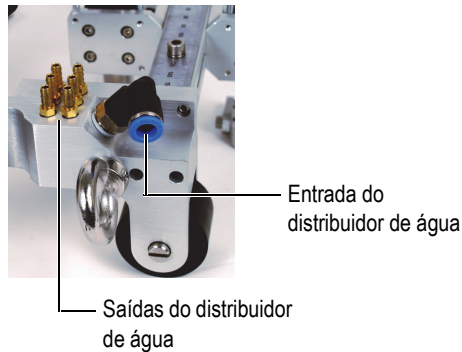

Figura 3-2 Distribuidor de água, detalhes
5. Conecte o tubo de água da fonte de água à entrada do distribuidor do escâner (Figura 3-2 na página 64).
6. Conecte os tubos de irrigação das saídas do distribuidor às entradas dos calços (Figura 3-2 na página 64).